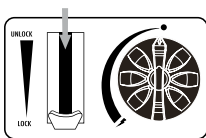
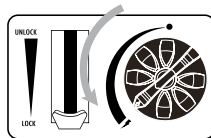

fig. 3
fig. 4
3. Presione la palanca del cartucho (6) hacia abajo (fig.3) y cierre la tapa del cartucho.
4. Si oye un "silbido", el cartucho no se ha colocado correctamente. No intente encender el aparato, mueva la palanca (6) a la posición "Desbloquear" y repita los pasos (1-4).
5. Gire el mando (8) completamente a la posición de encendido hasta que haga clic (fig.4). Mantenga el mando de encendido y control en esta posición durante unos segundos para cebar el termopar de protección de la llama. Repita esta acción hasta que el quemador se encienda.